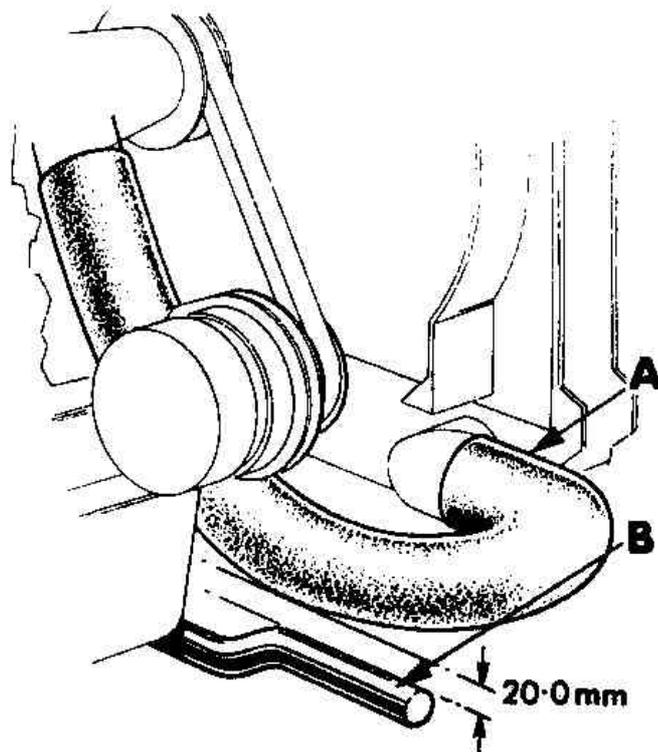

Рис.2.3. Зазор между нижним шлангом радиатора (А) и балкой стабилизатора подвески (Разд.6)
5. Во избежание перетирания нижнего шланга, между ним и стабилизатором поперечной устойчивости подвески должен иметься зазор в 20 мм. Убедитесь, что верхний конец шланга надежно надет на патрубок водяной помпы (Рис.2.3).